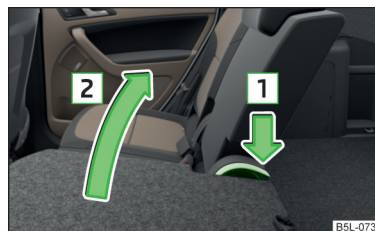

Fig. 66
- › Appuyez sur le levier dans le sens de la flèche [1] » fig. 66 et rabattez le dossier du siège dans le sens de la flèche [2]. Vérifiez cela en tirant sur le dossier du siège.